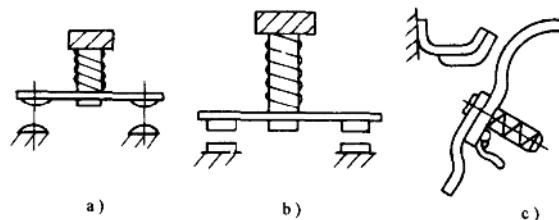

图1-3 触点的结构型式
(1) 触点系统结构形式 触点系统的结构形式有点接触、面接触、指形接触等，如图1-3所示。其中点接触和面接触常采用桥式结构，点接触形式用于电流及触点压力小的情况下，而面接触形式则用于电流及触点压力大的情况下。指形接触形式接触面为一直线，触点动作产生滚动，有利于接触电阻的减小、氧化膜的消除，适用于电流大、触点动作频繁的情况。
(2) 触点系统的分类 根据所控制的电路不同可分为为主触点和辅助触点(如接触器)，主触点用于通断电流较大的主电路，辅助触点用于通断电流较小的控制电路。